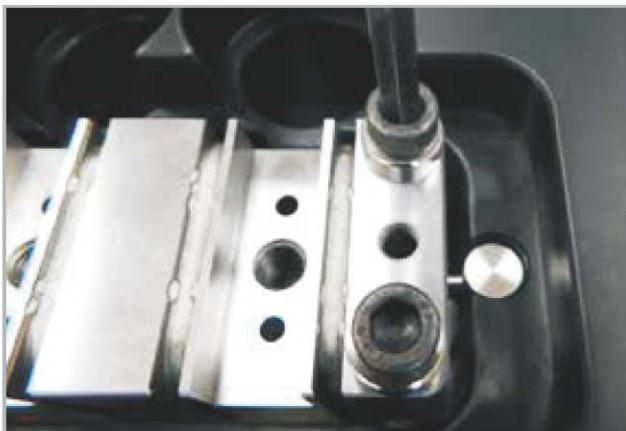

图19-21 安装垫圈和螺栓
5. 安装四个钛垫圈和四个M6螺栓。扭矩为14 Nm (10 ft.-lb)。参见图19-21。